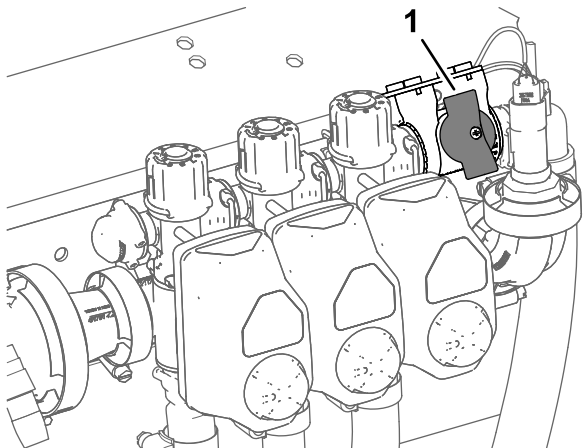

图 34
2. 将喷洒臂段旁通切断阀的旋钮转至已关闭位置 **图 34**。